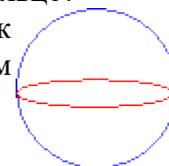

Рис. 2
9. Два круговых проводника расположены перпендикулярно друг другу, как показано на рис. 2. Будет ли возникать индукционный ток в горизонтальном проводнике при изменении тока в вертикальном проводнике?
Пример. Активное сопротивление катушки $R_k=6$ Ом, индуктивное $X_L = 10$ Ом. Последовательно с катушкой включено активное сопротивление $R = 2$ Ом и конденсатор сопротивлением $X_C = 4$ Ом. К цепи приложено напряжение $U = 50$ В (рис. 2) (действующее значение). Определить: полное сопротивление цепи, ток; коэффициент мощности, активную, реактивную и полную мощность; напряжение на каждом сопротивлении; начертить в масштабе векторную диаграмму цепи.